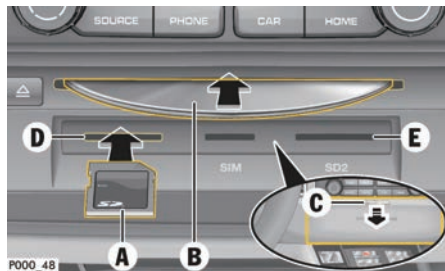

图 30: 装载 CD/DVD 或 SD 卡
1. 将护盖 C 向下按（参见图 30 的箭头），直至其自动接合。
2. 将 SD 卡 A（图 30）推入 SD 读卡器 1（参见 D）或 2（参见 E）中并且标签朝上，直至其锁止入位。